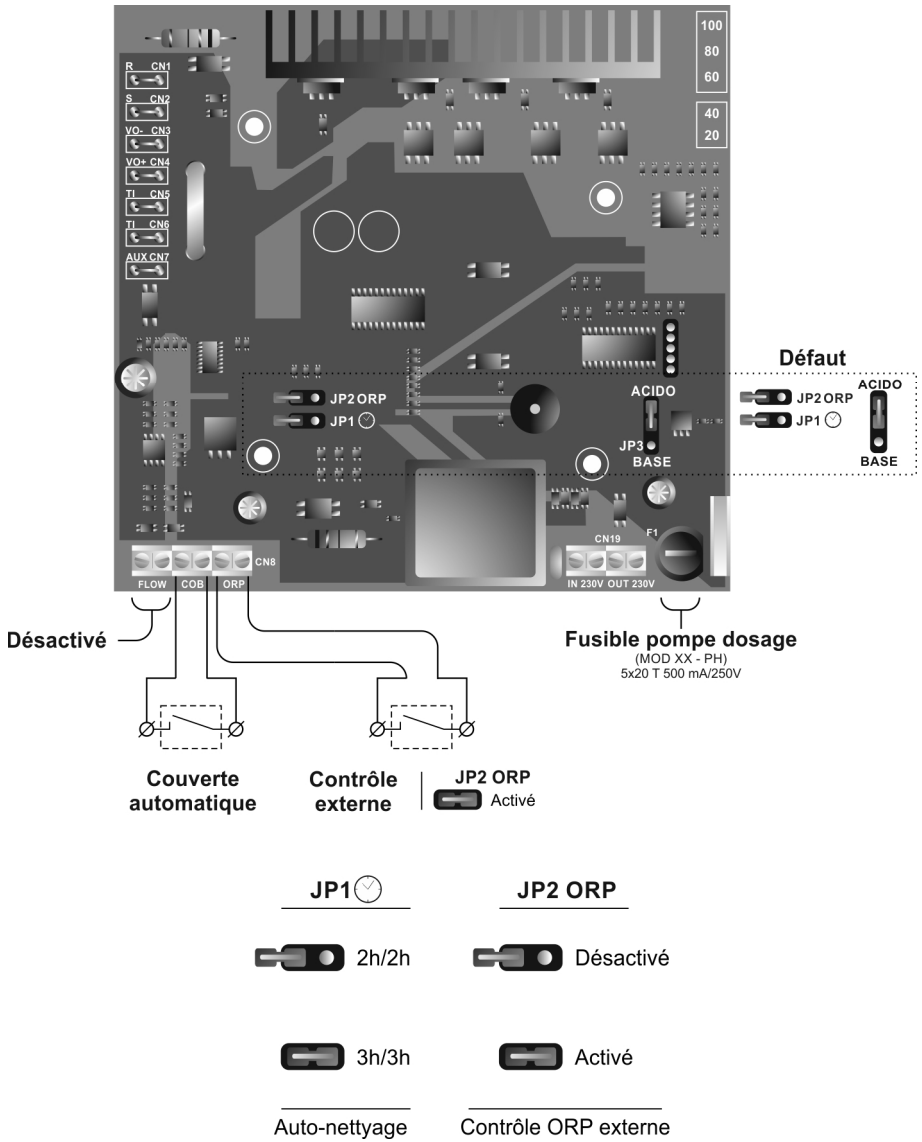

Fig. 11
- **Système d'AUTONETTOYAGE DES ÉLECTRODES** : la fréquence d'inversion peut être sélectionnée au moyen du jumper « **JP1** » situé dans la carte de contrôle du système (Fig. 11). Cette configuration sera effective quand l'on déconnecte et reconnecte la source d'alimentation.